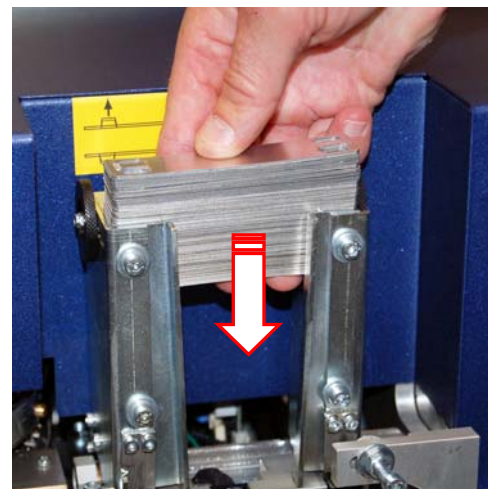

Figure 5
- Insert plates for embossing in the loader on the right side of the machine. (See Fig. 5)
- Legen Sie die zu stanzenden Schilder in den Füllschacht auf der rechten Seite der Maschine. (Abb. 5)